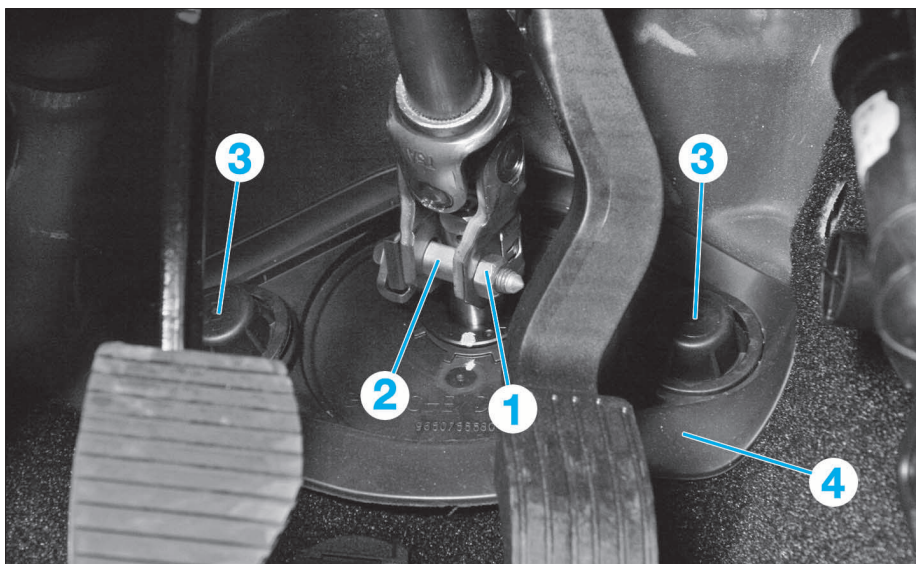
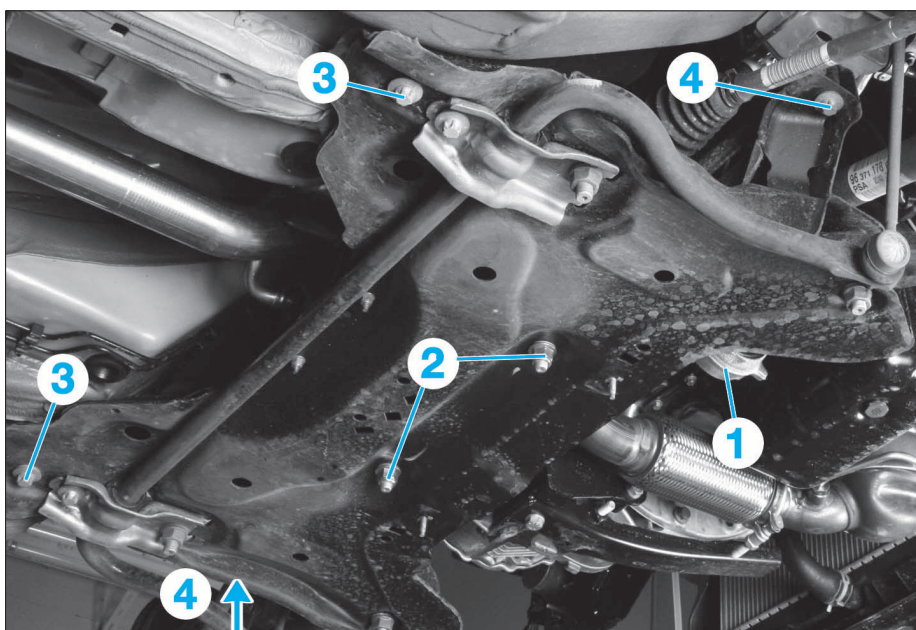
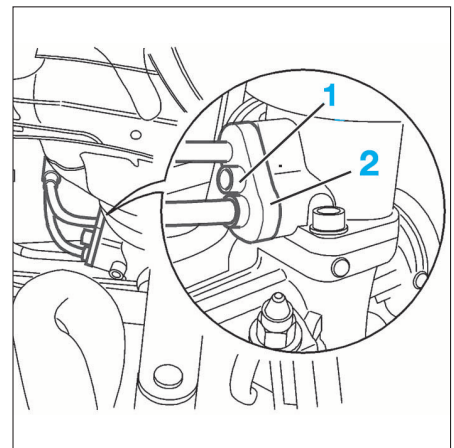

FIG. 12
FIG. 13
FIG. 14
- Déposer l'écrou (1) puis dégager la vis (2) du clip de sécurité (Fig.12).
- Déposer les caches et les écrous (3).
- Déposer le joint de tablier (4).
- la biellette antibasculement (1) (Fig.13)
- les écrous (2) de fixation du boîtier de direction sur le berceau.
- Déposer les vis (3) et (4) de fixation du berceau et le descendre progressivement de 60 mm environ.
- Déposer la vis (1) (Fig.14).